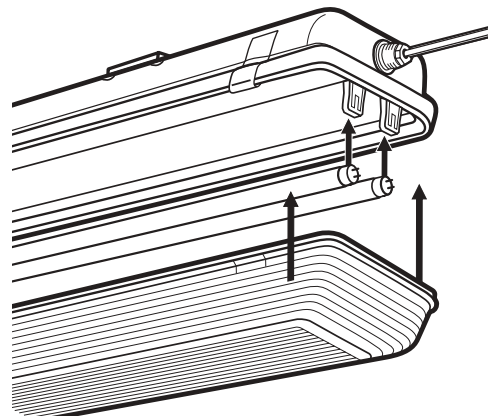

Figure 13
- 14. Guide the ends of the lamp into one lampholder.** Guide other end of lamp into opposite lampholder. Rotate lamp one quarter turn in either direction until seated.- repeat for other lamp. See Fig. 13.
- 15. To install lens- position lens onto fixture housing.** See Fig. 13.
14. Guider l'extrémité d'une lampe dans une douille. Puis, l'autre extrémité dans la douille opposée. Tourner la lampe ¼ de tour jusqu'à ce que bien en place. Répéter pour l'autre lampe. Voir la figure 13.
15. Pour installer la lentille. L'aligner sur le boîtier. Voir la figure 13.
14. Guíe los extremos de la lámpara dentro del sostenedor de lámpara. Guíe el otro extremo de la lámpara dentro del sostenedor de lámpara opuesto. Gire lámpara un cuarto de vuelta en cualquier dirección hasta que este asentada.- repita para otra lámpara.- **Vea Fig. 13.**
15. Para instalar el lente- posicione el lente sobre la caja de la luminaria. - **Vea Fig. 13.** El borde del lente debe estar posicionado en la área de la empaquetadura en el perímetro de la caja de la luminaria. Deslice picaporte sobre el borde del lente. Cuando el picaporte esta en posición producirá un sonido de cierre. Repita para los picaportes restantes.